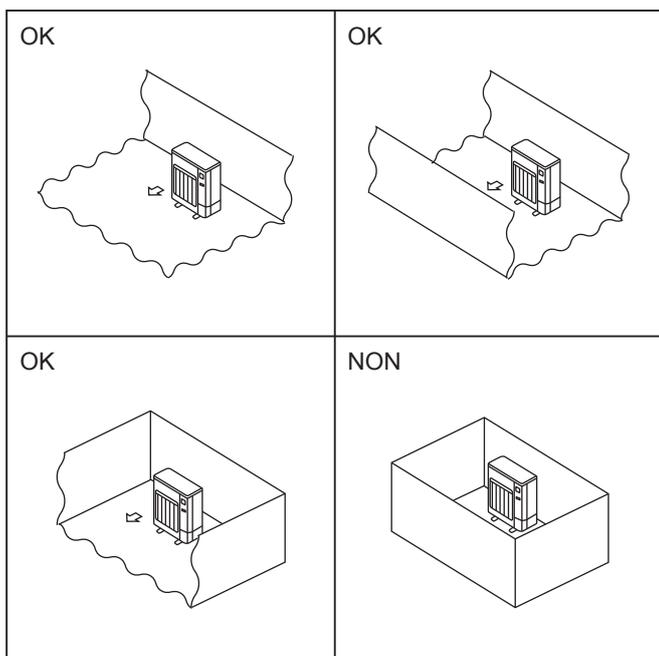

Fig. 2-2
- ⊙ Installer l'appareil extérieur à un endroit où l'une des quatre faces au moins est libre, et dans un espace suffisamment grand sans dépressions. (Fig. 2-2)